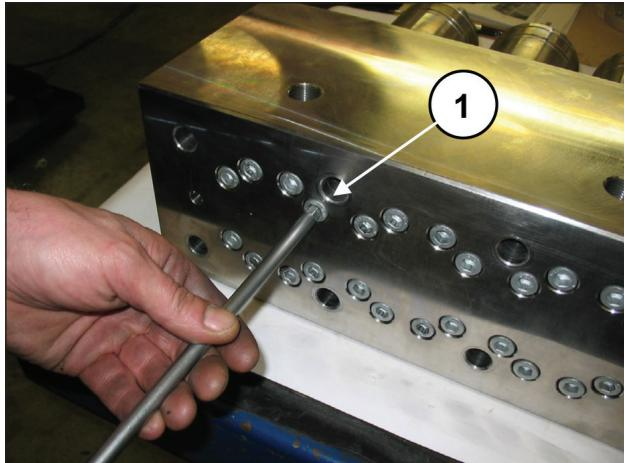
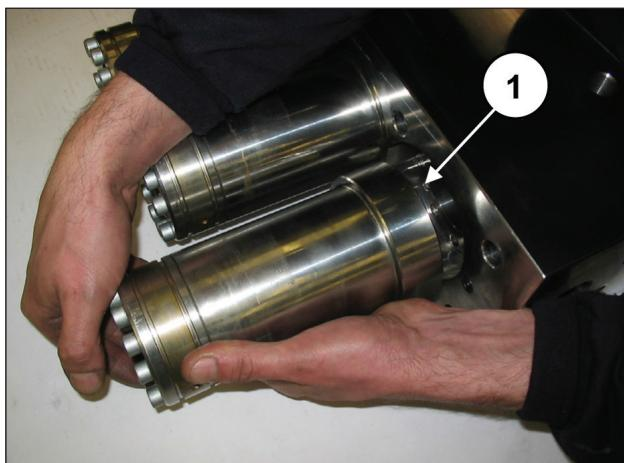
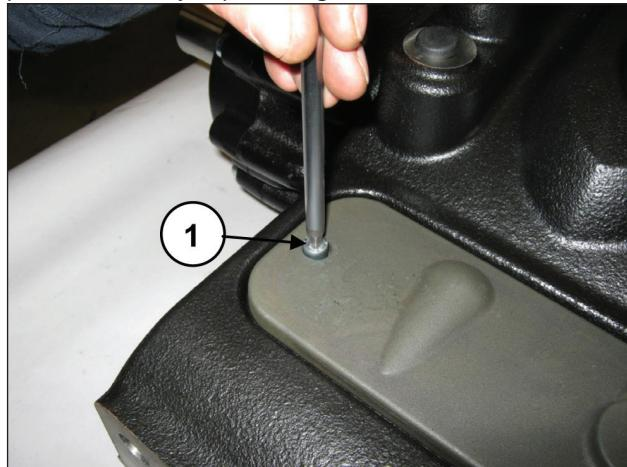

Fig. 101
Fig. 102
Fig. 109
Remova os parafusos M10x140 de fixação das camisas no cabeçote (pos. ①, Fig. 101) e extraia os grupos das camisas (pos. ①, Fig. 102).
Separar o cabeçote e o espaçador para camisas do cárter da bomba, conforme indicado no parág. 2.2.1 (de Fig. 966 a Fig. 102). Remova a cobertura de inspeção superior, soltando os dois parafusos de fixação (pos. ①, Fig. 109).